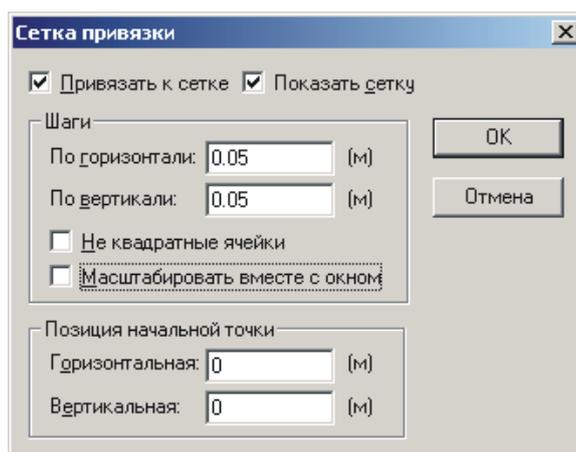

Рис. 1.7. Диалог настройки параметров сетки
2. Разместив указатель мышки над полем редактора, запустить контекстную команду **Сетка привязки**. На экран будет выведен диалог, показанный на рис. 1.7.